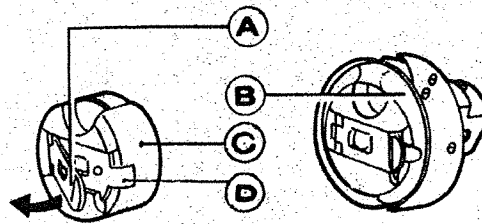

Fig. 20
7. Installing the bobbin case (Fig. 20)